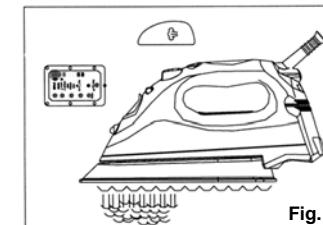

Fig. 2
4. Coloque la plancha en su base en una superficie estable y protegida y permita que la plancha se caliente por aproximadamente dos (2) minutos o hasta que la configuración de temperatura en el lado derecho de la pantalla de control LED deje de destellar.
5. Gire el botón del vapor variable a la derecha para aumentar el vapor. Cuando usa más vapor, la plancha usa más agua y puede ser necesario llenar el recipiente de agua con más frecuencia. (Fig. 2)